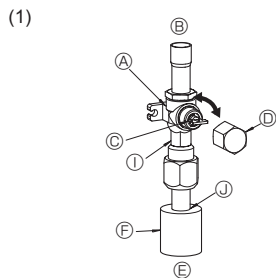
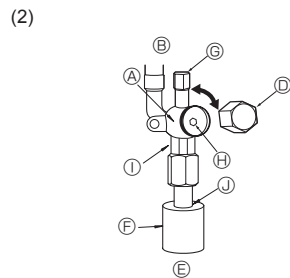

Fig. 4-6
Fig. 4-7
- (1) Lado do gás (Fig. 4-6)
- ① Remova a cápsula, puxe a alavanca na sua direcção e gire 1/4 de volta no sentido contrário aos ponteiros do relógio para abrir.
- ② Certifique-se de que a válvula de paragem esteja completamente aberta, empurre a alavanca e gire a cápsula de volta à sua posição original.
- (2) Lado do líquido (Fig. 4-7)
- ① Retire a tampa e rode a válvula para a esquerda o máximo que puder com uma chave sextavada de 4 mm. Pare de rodar quando esta alcançar o batente. (ø9,52: Aproximadamente 10 rotações)